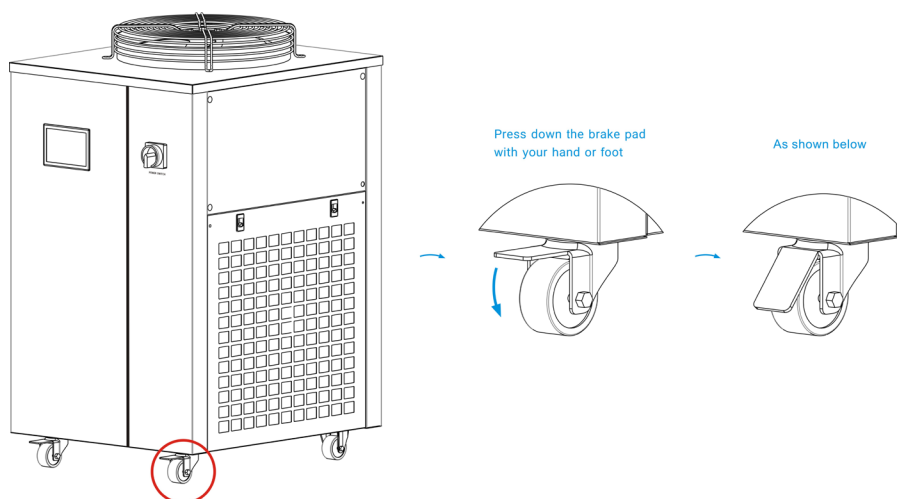

Figure 2 : Illustration du verrouillage des roulettes
(2) Lors de l'utilisation de la machine, veuillez vous assurer que les roulettes sont en position verrouillée afin d'éviter que la machine ne glisse pendant le fonctionnement. Le dispositif de freinage est généralement installé sur le manchon de l'axe de roue ou sur la surface de la roue et peut être actionné à la main ou au pied. Lorsque vous poussez la machine, les roues ne doivent pas pouvoir avancer, mais peuvent pivoter, ce qui indique que le freinage est correct, comme illustré sur la figure 2.